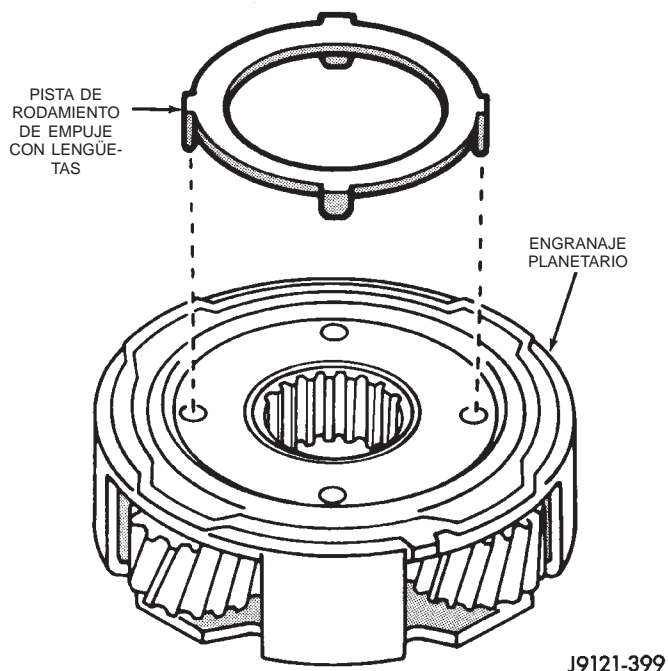

Fig. 258 Instalación de la pista de rodamiento de empuje del planetario delantero
(4) Gire el planetario e instale la pista de rodamiento de empuje (Fig. 258).